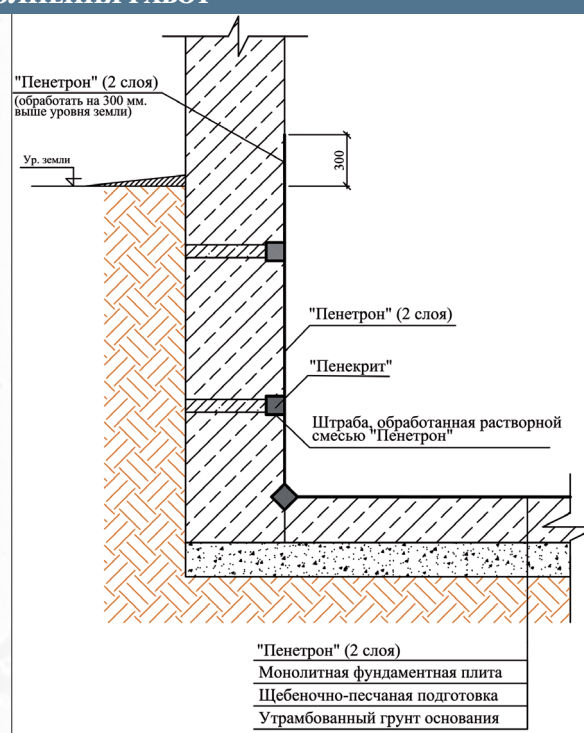

Рисунок 1 - Гидроизоляция швов между фундаментными блоками
1. Гидроизоляция швов между фундаментными блоками (рис.1)